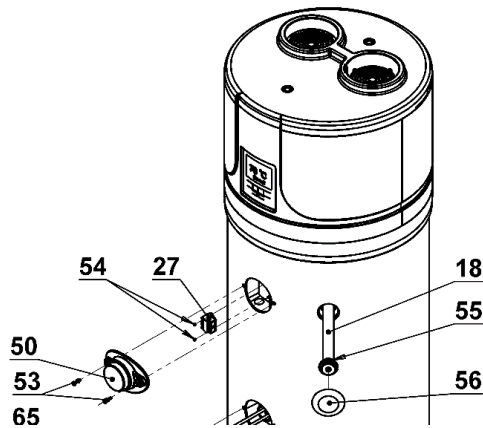

Fig. 14
10.1. Restablecimiento del termostato de seguridad 27 (Fig.14)
- Retire la tapa superior desatornillando los tornillos de retención s (Fig. 14);
- Presione el botón del termostato de seguridad manualmente hasta que se produzca el sonido correspondiente (Fig. 14).
10.4. Ánodos de magnesio 18. (Fig. 14)